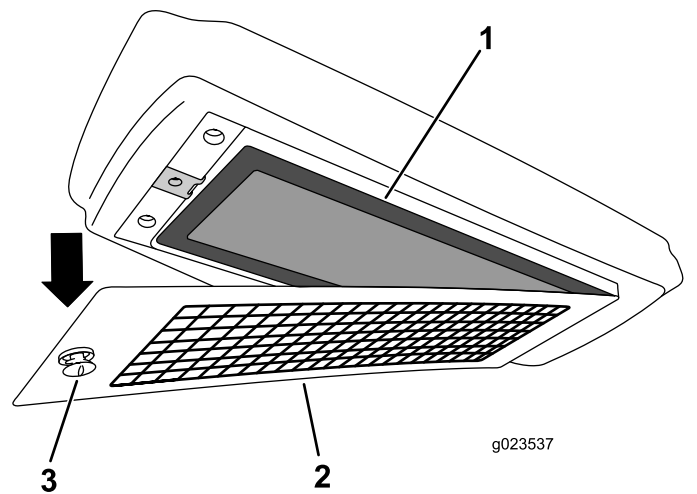

Figura 133
4. Retire el filtro de aire de la carcasa, y sustituya el elemento del filtro (Figura 133).